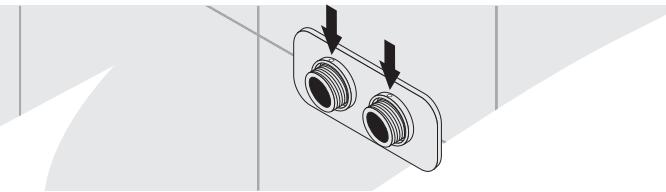

Рис.5
5.7. Установите декоративный отражатель EU50 на эксцентрики, зафиксировав стопорными винтами (рис. 5).